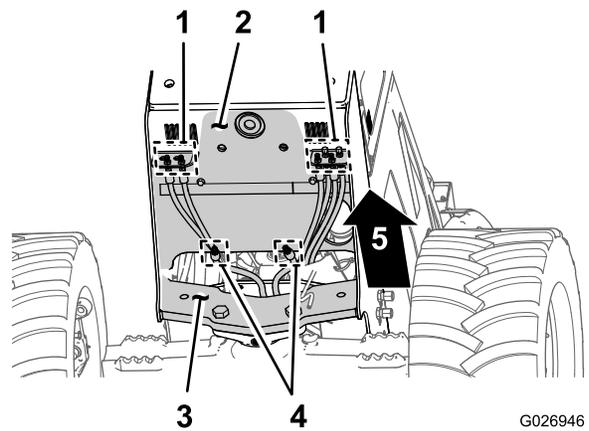

**Figura 2**
- Utilice el interruptor de inclinación para alinear el taladro del soporte de bloqueo del chasis con los taladros del soporte de bloqueo del eje (Figura 1 y Figura 2).
- B. Retire la chaveta del pasador de bloqueo del mecanismo de inclinación (Figura 2).
- C. Retire el pasador de bloqueo del mecanismo de inclinación de la posición de almacenamiento (Figura 2).
- D. Introduzca a fondo el pasador de bloqueo del mecanismo de inclinación por los taladros horizontales del soporte de bloqueo del chasis y el soporte de bloqueo del eje (Figura 2).
- E. Sujete el pasador de bloqueo del mecanismo de inclinación al soporte de bloqueo del eje con la chaveta (Figura 2).